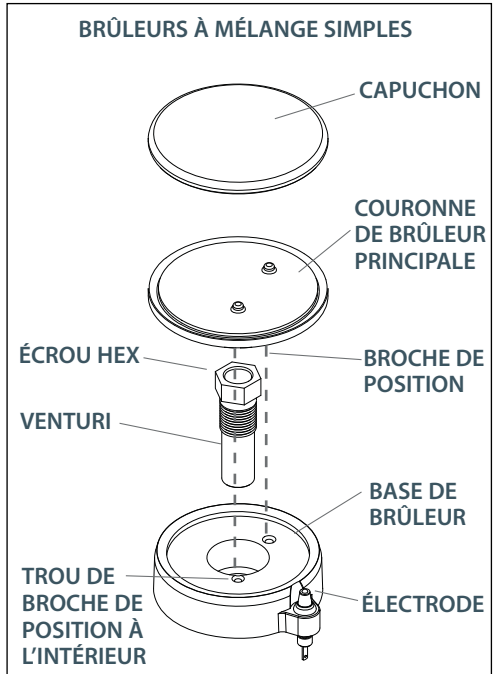

Fig. 29
Le démontage de la couronne de mijotage n'est pas recommandé; cela peut toutefois s'avérer nécessaire si les ports restent bouchés après un nettoyage normal. Si vous devez retirer la couronne de mijotage de sa base, enlevez l'écrou hex de la partie supérieure de la couronne de mijotage. Nettoyez la couronne de mijotage avec de l'eau savonneuse chaude à l'aide d'une brosse en soies douce métallique ou en plastique, puis séchez soigneusement. Réassemblez les pièces à l'aide de l'écrou hex. Après le nettoyage, il est important de vous assurer que la broche de position au bas de la couronne de mijotage est correctement alignée avec le trou correspondant de la base et que les deux broches de positions (voir encart, Fig. 30) au bas de la couronne sont correctement alignées avec l'encoche de position et les trous centraux en haut de la couronne de mijotage. Un mauvais alignement produira une flamme potentiellement dangereuse et entraînera un mauvais fonctionnement du brûleur (voir Fig. 29 et 30).
- Est-ce que le brûleur à deux morceaux est assemblé correctement? (Voir les pages 85-86, Fig. 29 et 30.)
- Est-ce que la tête du brûleur est alignée correctement? (Voir les pages 85-86, Fig. 29 et 30)